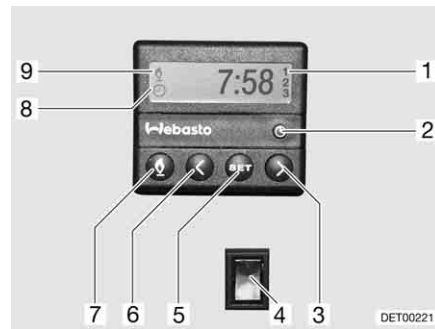

Bild 170 Kontrollenhet för motorvärme
- Tryck ner knapp (Bild 170,7). Värmedriften indikeras av symbolen (Bild 170,9). Fläkten startas först när kylmedelstemperaturen uppgår till 30 °C.
- Tryck ner knapp (Bild 170,7). Symbolen (Bild 170,9) slocknar.
- Vippkontakten (Bild 170,4) trycks in nedtill. Motorn förvärms. Fläkten startas direkt.
- Vippkontakten (Bild 170,4) trycks in upptill. Motorn värms inte upp.
- Tryck ner knapp (Bild 170,2). Tidsinställningen indikeras genom symbolen (Bild 170,8).
- Ställ klockan med knapparna (Bild 170,3 och 6).
- Tryck ner knapp (Bild 170,5).
- Ställ in starttiden inom 10 sekunder med knapparna (Bild 170,3 och 6).
- Tryck på knappen (Bild 170,5) tills önskat programnummer (Bild 170,1) visas på displayen.